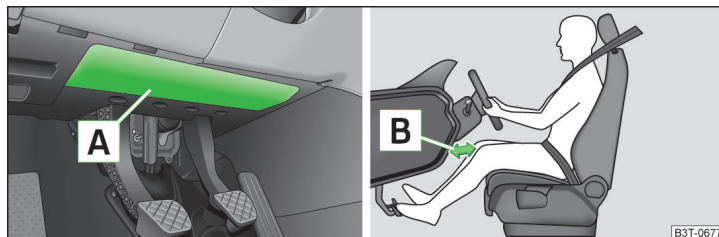

Fig. 10 Locul de montare al airbagului / Distanța sigură față de bord
Airbagul pentru genunchi al șoferului **A** este montat în partea inferioară a planșei de bord, sub coloana de direcție » fig. 10.
- Reglați longitudinal scaunul șoferului în așa fel, încât distanța de la picioare [B] la planșa de bord să fie de minim 10 cm în zona airbagului pentru genunchi » fig. 10. Dacă, din rațiuni de mărime corporală, nu este posibil să se îndeplinească această condiție, adresați-vă unei unități service specializate.